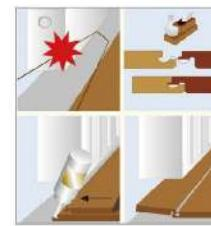

Рисунок 19
- Иногда в укладке ламината возникает ситуация невозможности установки панели из-за помехи. В этом случае необходимо спилить часть замка и закрепить панель при помощи клея для ламината (см. рис. 19).